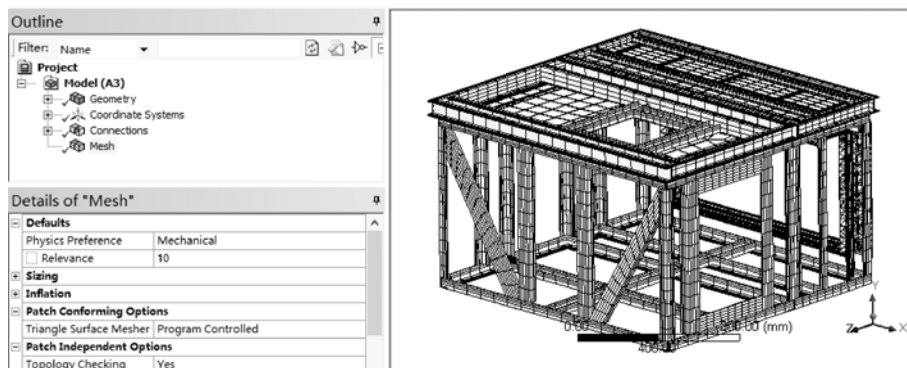

图 4-62 直接生成网格模型
4) 单击 “Generate”，生成的网格模型如图 4-62 所示。